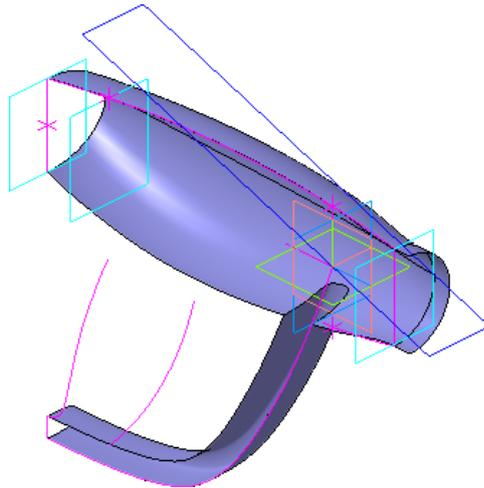

Рисунок 33.
- Нажмите кнопку Создать объект  (рис. 33).